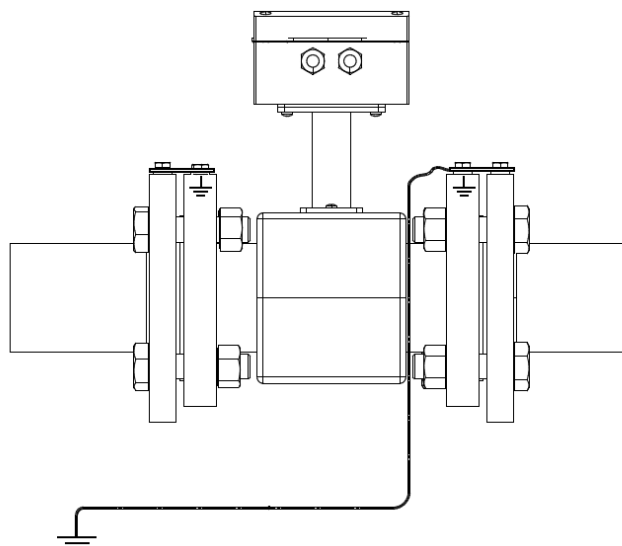

Рисунок 7 – Схема заземления расходомера
4.3.5 После установки расходомеров на трубопроводе необходимо обеспечить его заземление (Рисунок 7). Заземление выполняется в соответствии с требованиями ПУЭ, т.е. путём непосредственного соединения заземляющего проводника с заземлителем, а не с трубопроводом. Допускается вместо заземления выполнять «зануление» в соответствии с требованиями ПУЭ (т.е. отдельным «нулевым» проводником).